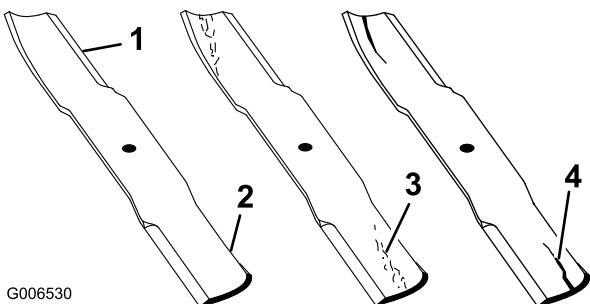

Figure 52
1. Examinez le tranchant des lames (Figure 52). Si les lames ne sont pas tranchantes ou si elles présentent des indentations, déposez-les et aiguisez-les. Voir Aiguisage des lames.
2. Inspectez les lames, surtout la partie relevée (Figure 52). Remplacez immédiatement toute lame usée, endommagée ou qui présente une entaille (repère 3. de la Figure 52).